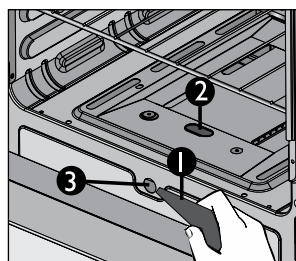

Figura 39
- Abra la puerta del horno. Localice la perforación para la ignición en el centro del difusor (Ver figura 39).
- Prenda un encendedor manual o cerilla y acérquelo a la perforación de ignición ubicado en la zona delantera del difusor o a la perforación ubicada en el frente del difusor según sea el modelo (Ver figura 39).